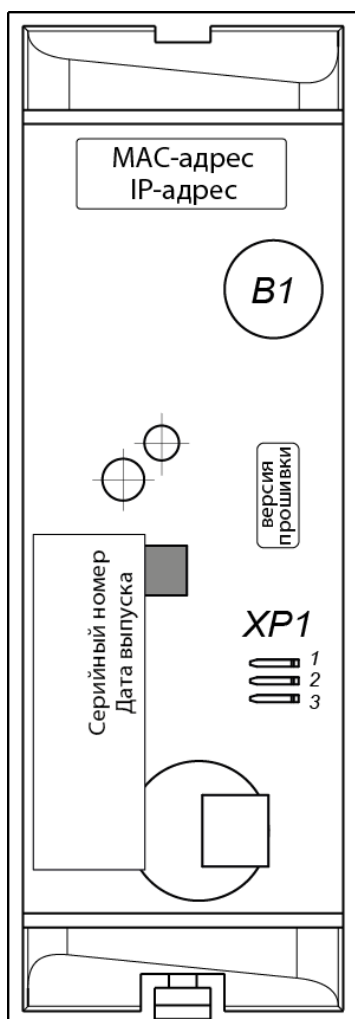

Рисунок 1. Внешний вид тыльной стороны контроллера
Выбор способа задания IP-адреса контроллера осуществляется установкой или снятием перемычки (джампера) на разъеме *XP1* на тыльной стороне контроллера. Расположение разъема указано на рис. 1.
Контроллер имеет маркировку в виде этикетки, расположенной на тыльной стороне корпуса. Расположение этикетки и других наклеек показано на рис. 1. На этикетке нанесены наименование, серийный номер и дата изготовления изделия.
6. Выберите способ задания IP-адреса контроллера (см. разд. 5.5) и при необходимости установите переключку (джампер) на разъем *XP1* согласно табл. 2. Расположение переключки указано на рис. 1.